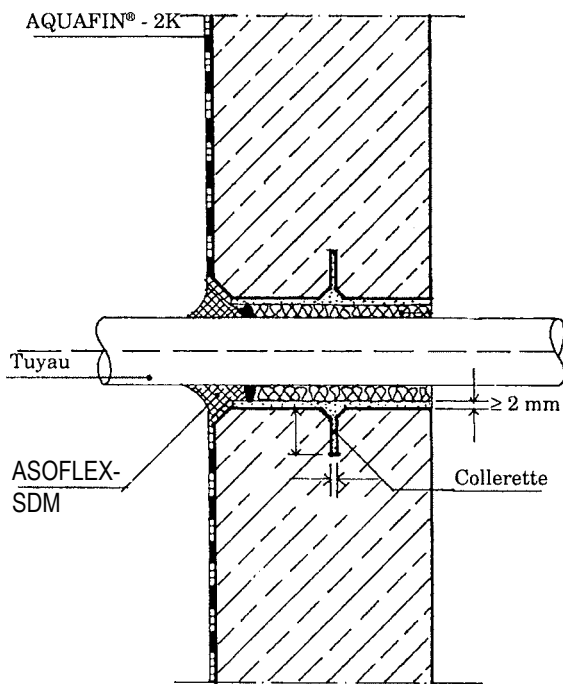

Fig. 4
5.3.2 TRAVERSÉES (FIG. 4 ET 5)
Aux passages de tuyaux métalliques, en béton ou en fibro-ciment, visser une bride Aso-Dichtflansch ancrée dans le mur au moyen de chevilles. L'espace entre l'Aso-Dichtflansch et le mur sera refermé au moyen d'Asoflex-SDM (fig. 4).